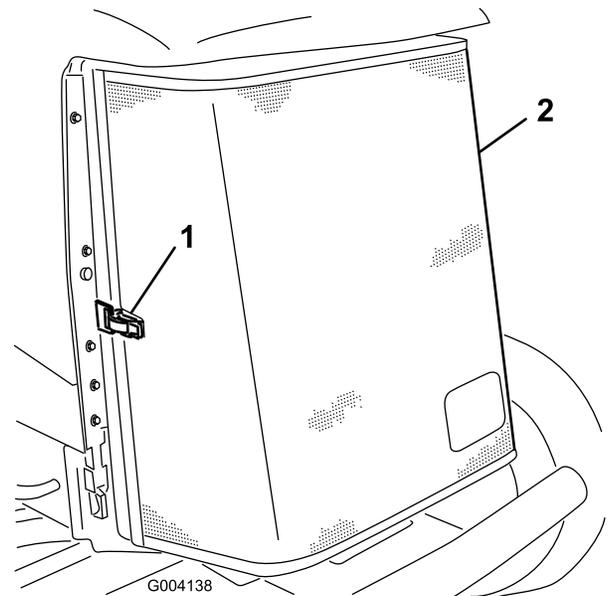

Figura 71
3. Desenganche y abra la rejilla trasera (Figura 71).